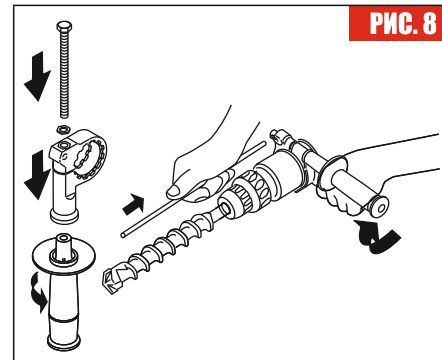

РИС. 8
9.10. Установка вспомогательной рукоятки (Рис. 8, 9, 10, 11)